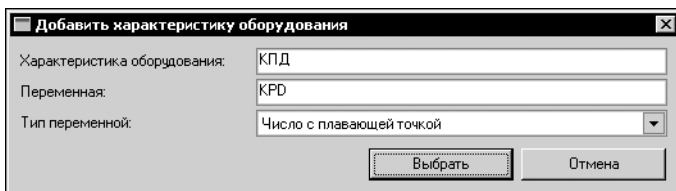

Рис. 21.37. Добавление параметра оборудования
2. В открывшемся окне **Добавить характеристику оборудования** (рис. 21.37) введите характеристику оборудования в поле **Характеристика оборудования**, имя переменной — в поле **Переменная**.
3. Выберите тип переменной из раскрывающегося списка **Тип переменной** и нажмите кнопку **ОК** (рис. 21.37).